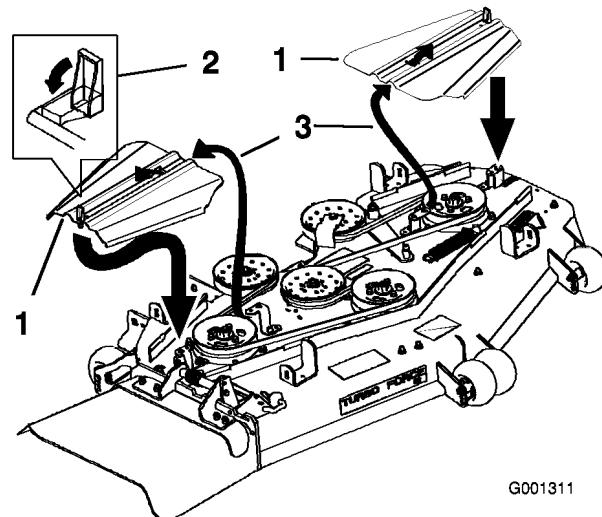
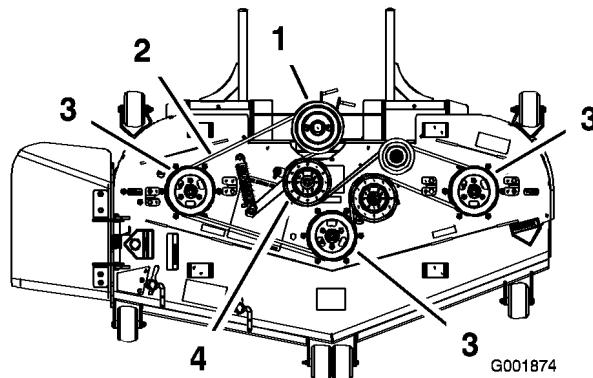
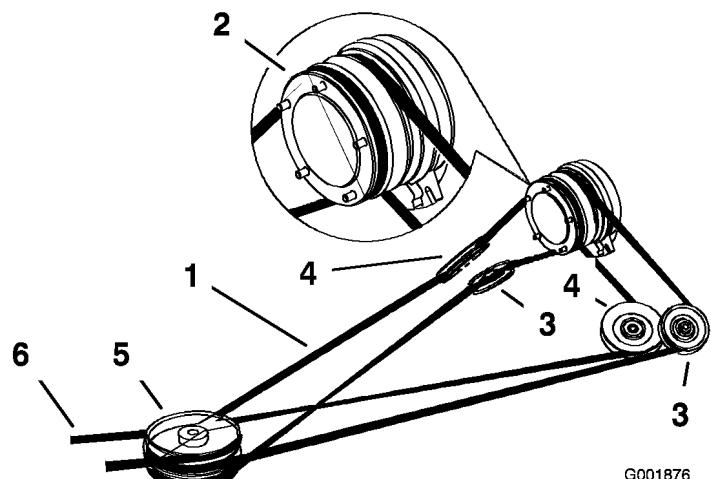

Figura 60
Figura 61
Figura 63
3. Retire las cubiertas de la correa (Figura 60).
5. Retire la correa del cortacésped de las poleas del cortacésped y de la polea superior de las tres poleas apiladas (Figura 60 y Figura 61).
6. Instale la correa nueva alrededor de las poleas del cortacésped y la polea superior de las tres poleas apiladas (Figura 60 y Figura 61).
7. Tire del brazo tensor tensado con muelle para aflojar la tensión de la correa y alinee la correa del cortacésped en la polea tensora (Figura 61).
8. Instale las cubiertas de la correa y cierre los enganches (Figura 60).
4. Tire de la polea tensora tensada con muelle para aliviar la tensión de la correa (Figura 63).
5. Retire la correa del cortacésped de la polea superior de las tres poleas apiladas (Figura 61 y Figura 63).
7. Instale la nueva correa de transmisión alrededor de la polea del embrague, las poleas tensoras ajustables, la polea tensora tensada con muelle y las tres poleas apiladas delanteras (Figura 63).
9. Instale la correa del cortacésped alrededor de las poleas del cortacésped y la polea superior de las tres poleas apiladas (Figura 61 y Figura 63).